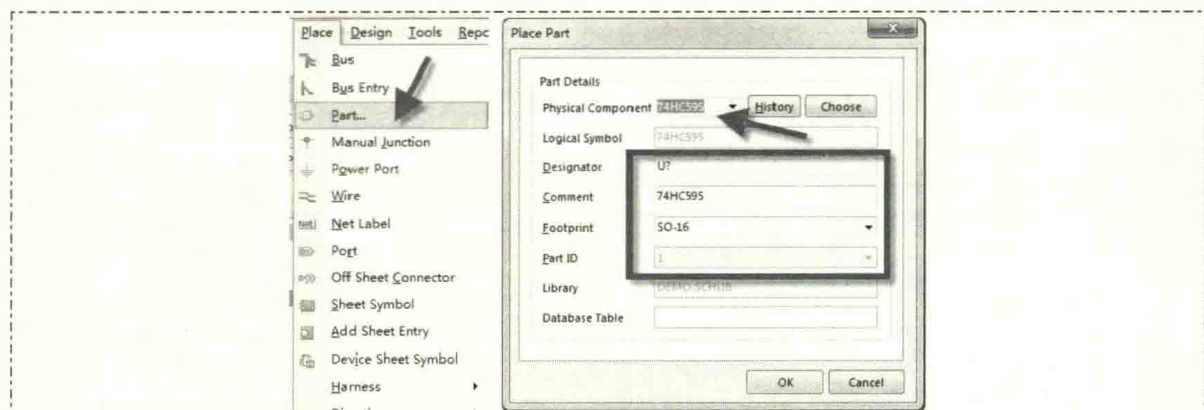

图 4-16 执行菜单命令放置元件
(3)执行菜单命令“Place-Part...”(快捷键“PP”),会弹出一个属性设置对话框,如图 4-16 所示,“Physical Component”处会记忆上次放置的元件,如果需要再次放置,单击“OK”按钮执行放置即可,同时对“Designator”及“Comment”进行设置,可以在放置的时候进行设置,也可以以后再编辑,后面将进行详细讲解。